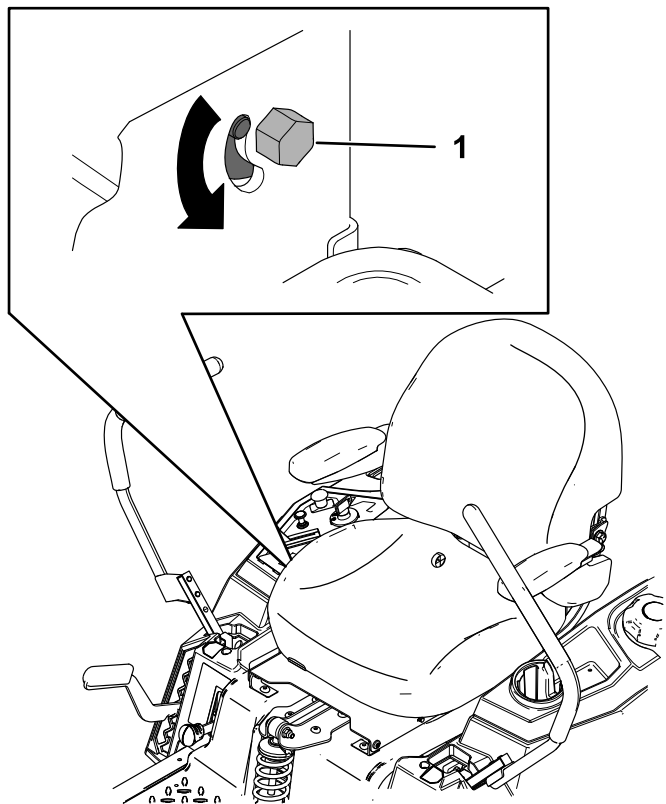

Рисунок 52
3. Найдите болт регулировки прямолинейности движения рядом с рычагом управления движением на той стороне, где требуется регулировка (**Рисунок 52**).